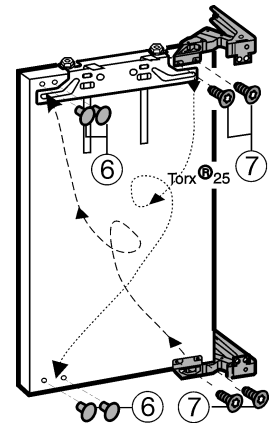

Fig. 4
- ▶ Scharnieren van de deur afschroeven Fig. 4 (7), diagonaal omzetten en met min. 4 Nm goed vastschroeven.
- ▶ Vrijgekomen bevestigingsgaten met meegeleverde stoppen Fig. 4 (6) afdekken.